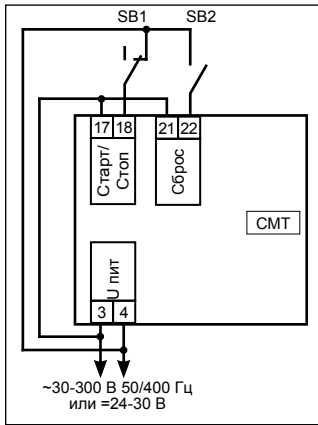

Рисунок 5. Счётчик моточасов -таймер CMT УИ. Подключение кнопки «Сброс».
6.5 Если необходимо обеспечить начало нового цикла работы с внешней кнопки, подключите её так, чтобы она управляла подачей постоянного напряжения 12-30 В или переменного напряжения 30-300 В (50/400 Гц) на вход «Сброс» (Рисунок 5). При замыкании контактов происходит обнуление внутреннего счётчика «С начала», загрузка значения «Интервал ТО» во внутрен-